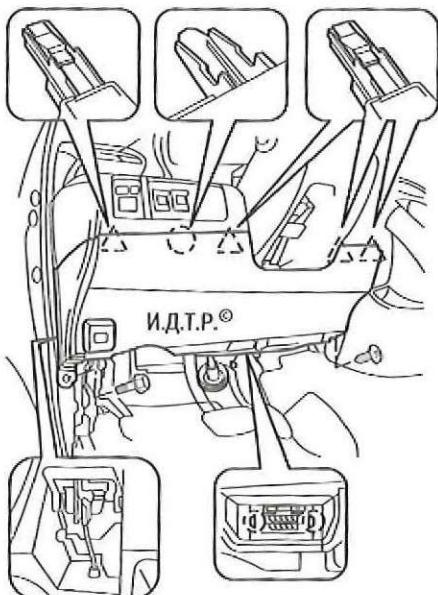

Рис. 6.11. Крепление левой нижней облицовки панели приборов
5. Выверните болт и винт крепления левой нижней облицовки панели приборов (рис. 6.11) и отведите облицовку преодолевая сопротивление фиксаторов.